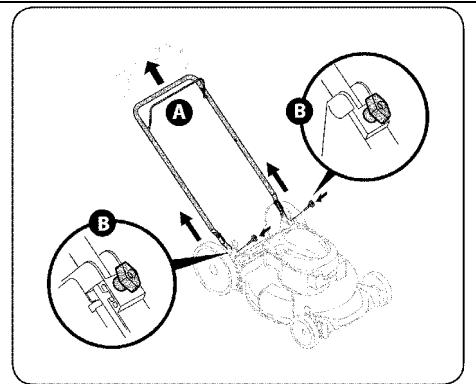

Рис. 4
- Потяните вверх ручку, пока отверстия в нижней части ручки (показано на Рисунке 3 разрез дэки) совпадали с отверстиями в кронштейне ручки. См.Рисунок 4.
- Вставьте Т-образные болты, снятые на шаге ранее через отверстия в кронштейне ручки и нижней части ручки и надежно затяните, зафиксировав ручку на месте. См. Рис. 4.